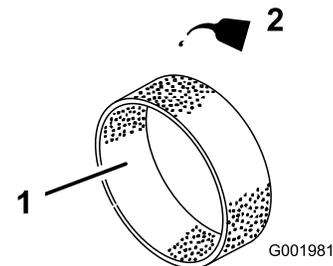

Figura 41
4. Ponga 30 – 59 ml (1 – 2 onzas fluidas) de aceite en el elemento (Figura 41).